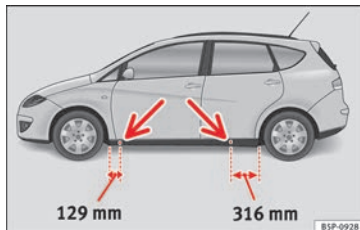

Abb. 158 Aufnahmepunkte für den Wagenheber.
- Suchen Sie am Unterholm den Aufnahmeplatz, der dem zu wechselnden Rad am nächsten liegt » Abb. 158.
Am Unterholm kennzeichnen jeweils vorn und hinten Eindrückungen die Stellen, an denen der Wagenheber angesetzt werden darf » Abb. 158. Es gibt für jedes Rad genau eine Stelle. An anderen Stellen darf der Wagenheber nicht angesetzt werden.